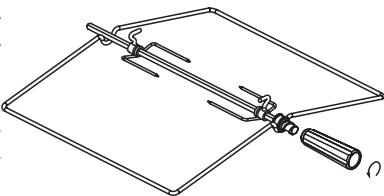

рис. 12
1. Плиты комплектуются вертелеом со съёмной рукояткой (см. рис.12). При установке и извлечении вертела необходимо использовать рукоятку, которая накручивается на резьбовую втулку.